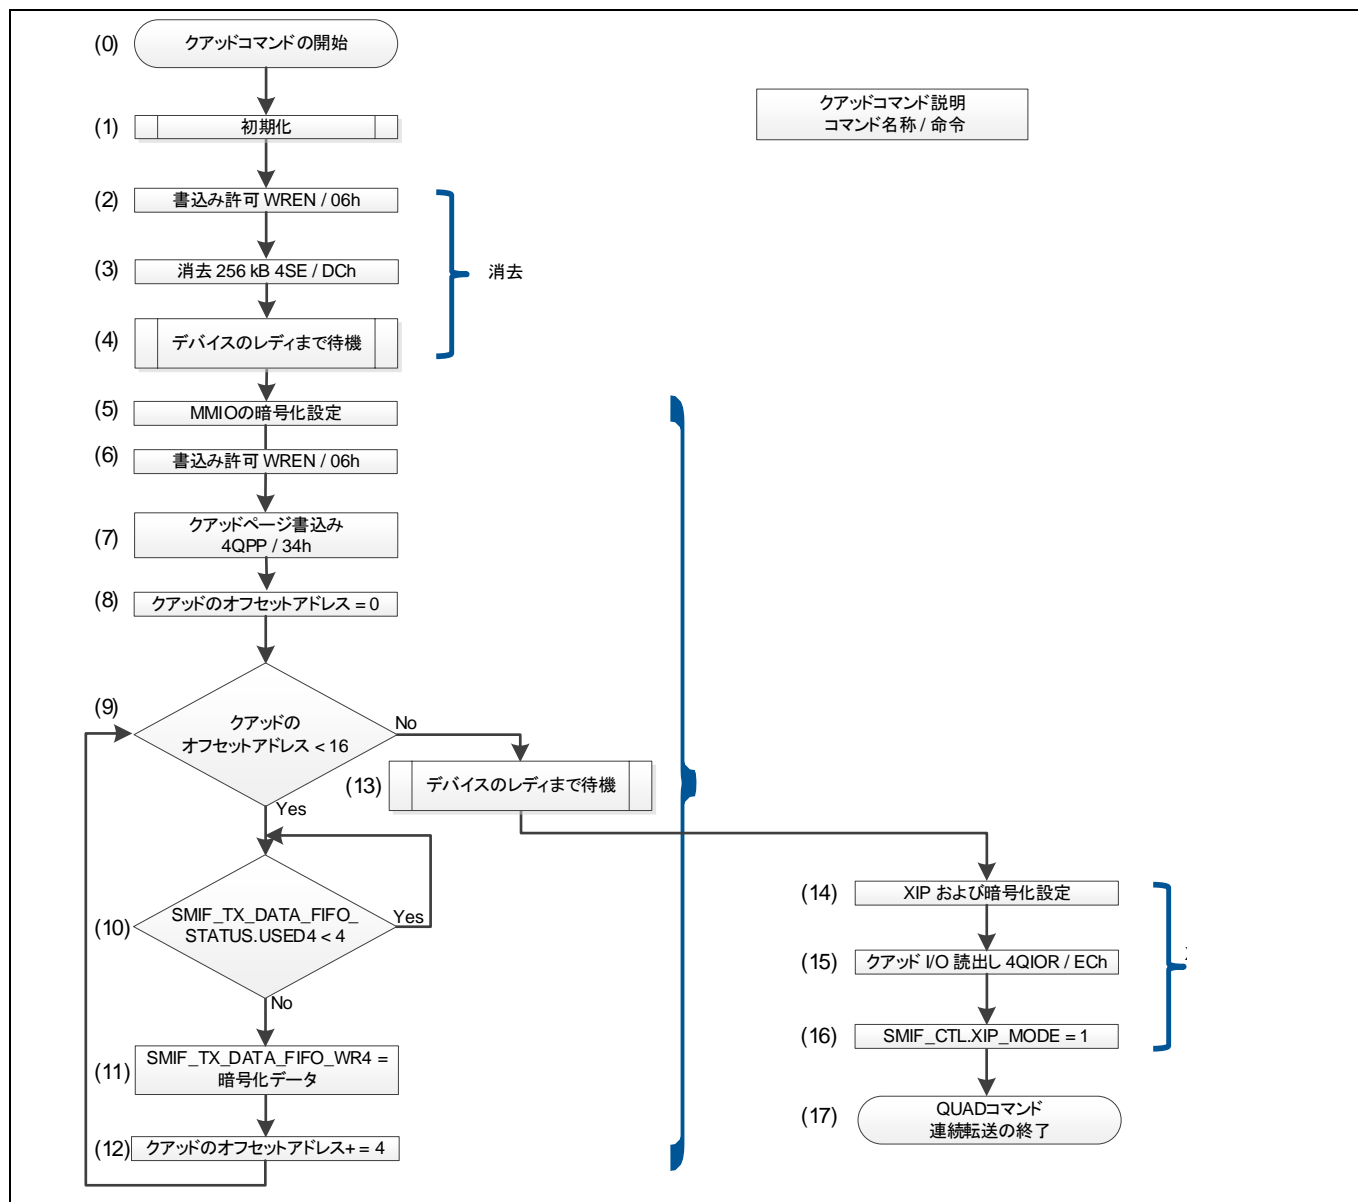
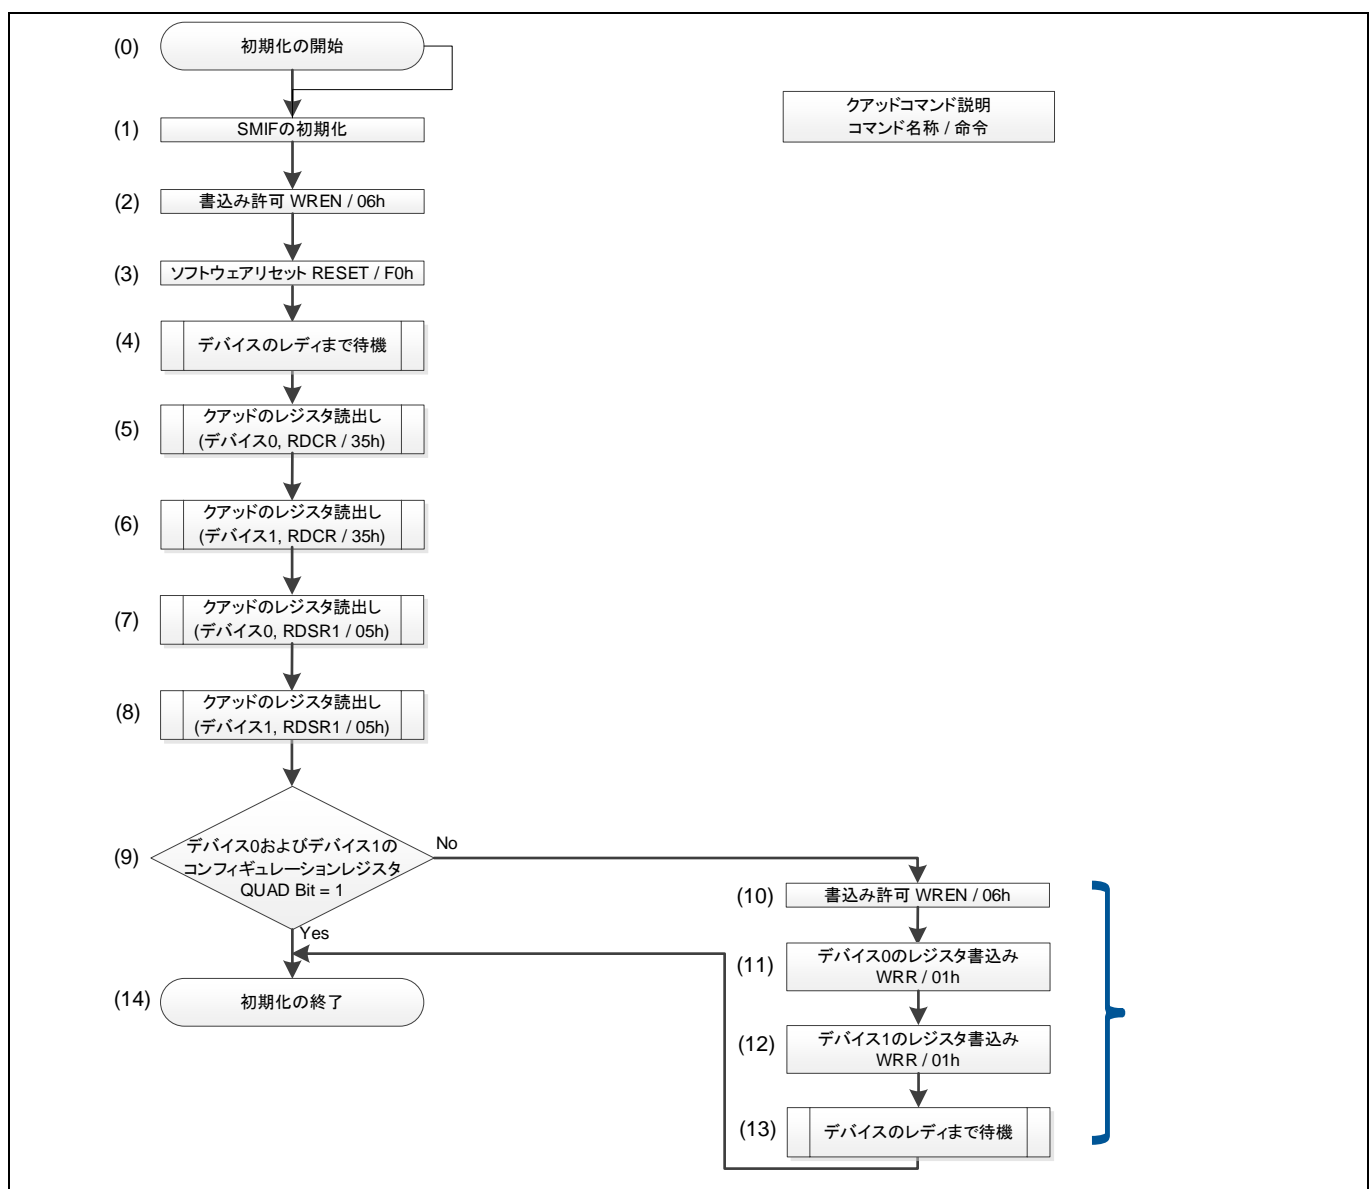

Figure 6 クアッドのコマンドを使用したソフトウェアフローチャートの例
Figure 7 初期化のソフトウェアフローチャート
この例では、クアッド SPI フラッシュメモリ S25FL256S を使用して、消去、書込み (SDR), および読出し (DDR) がチェックされます。Figure 6 に、メモリのコマンドの流れを示します。このフローは、暗号化を使用した MMIO モードのデュアルクアッド SPI モードを使用して、16 バイトのデータをデバイスに書込みます。書込まれている 16 バイトのデータはランダムデータです。読出しの場合、このフローは、MMIO モードでのクアッド I/O 読出し (4QIOR ECh) および XIP モードでのオンザフライでの復号化による読出し転送のモードをデバイスに設定します。Figure 6 のクアッドのすべてのコマンドは、デュアルクアッドモードです。
この場合、SMIF とデバイス、Figure 6 の (1) に示すように初期化されます。Figure 7 は、初期化のフローを示します。
デバイスのコンフィギュレーションレジスタは、Figure 7 の (5) および (6) のように RDCR (コンフィギュレーションレジスタの読出し) コマンドによって確認されます。4 ビット幅のクアッド I/O がデバイスに設定されていない場合、クアッドビットは "1" に設定されます。